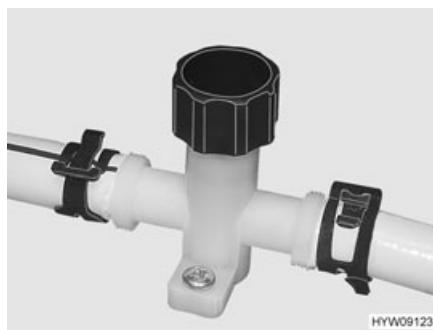

Fig. 112 Rubinetto di scarico (scaldaacqua e tubatura dell'acqua)
- Aprire i rubinetti di scarico dello scaldaacqua. A questo scopo ruotare il coperchio (Fig. 112) in senso antiorario.